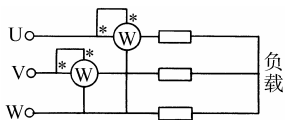
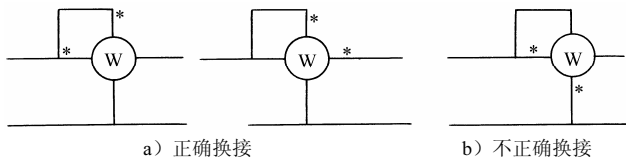

图 3-9 三相三线制电路有功功率的测量接线
图 3-10 功率表的接线换接图
(2) 在三相三线制交流电路中,不论负载对称与否,都可用两只单相功率表测量有功功率,如图 3-9 所示。三相有功电功率为两只单相功率表指示值之和。某些情况下(与负载性质有关),如果发现功率表反偏转而无法读数时,可将该表的电流线圈接头反接(见图 3-10),但不可将电压线圈接头反接以免引起静电误差甚至导致仪表损坏。这时所测得的功率应为两个读数之差。